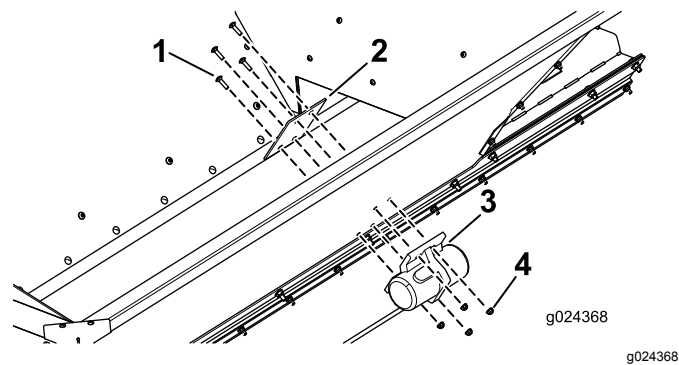

Bild 7
2. Befestigen Sie die Befestigungsplatte und den Rüttler mit vier Schlossschrauben und vier Muttern am Füllkasten, wie in Bild 7 abgebildet.